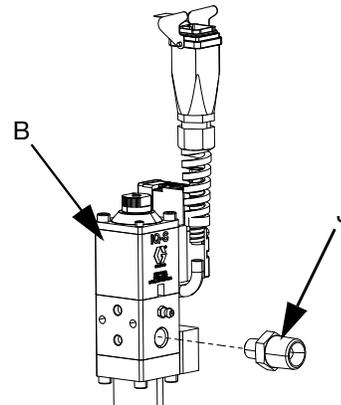

FIG. 26
- 8. Conecte el accesorio giratorio (J) al accesorio de conexión de la válvula dosificadora (B) como se muestra en la FIG. 26.